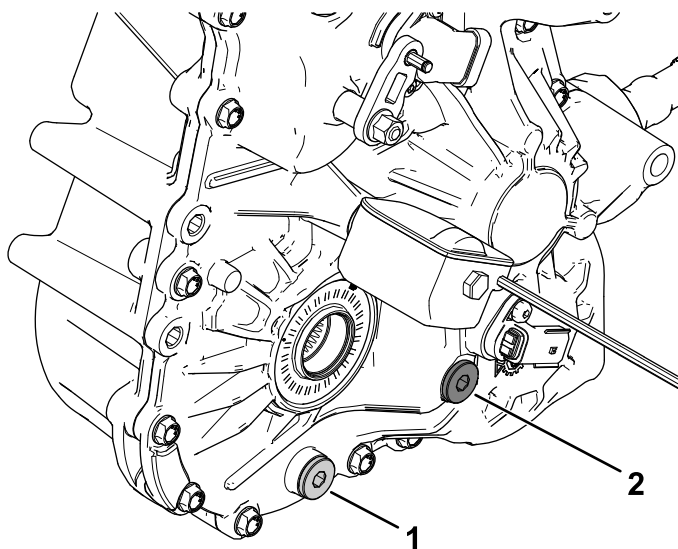

Figure 104
boîte-pont (Figure 104).
(Figure 104).
vidange (Figure 104).
2. Retirez le bouchon de remplissage (Figure 104).
3. Enlevez le bouchon de vidange pour permettre à tout le liquide de s'écouler (Figure 104).